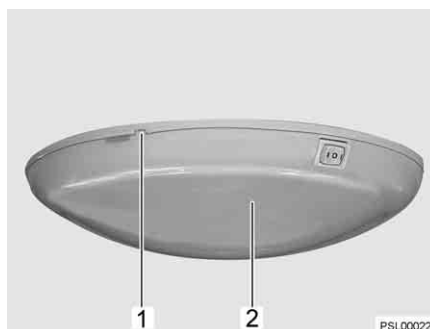

Fig. 58 Plafonnier
- Soulever prudemment le couvercle (Fig. 58,2) avec un outil approprié (p. ex. tournevis) au niveau de l'encoche (Fig. 58,1) et le retirer.